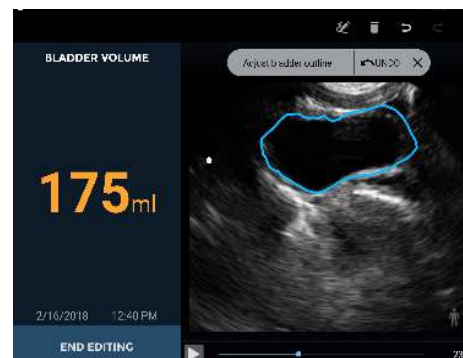

Fig. 3.6 Justering af kontur
- Berør **blærekonturen** for at justere den eksisterende kontur. En trækcirkel vises. Træk konturen, så den flugter med blærevæggen. Justerede konturer ændrer farve til blå (se Fig. 3.6).